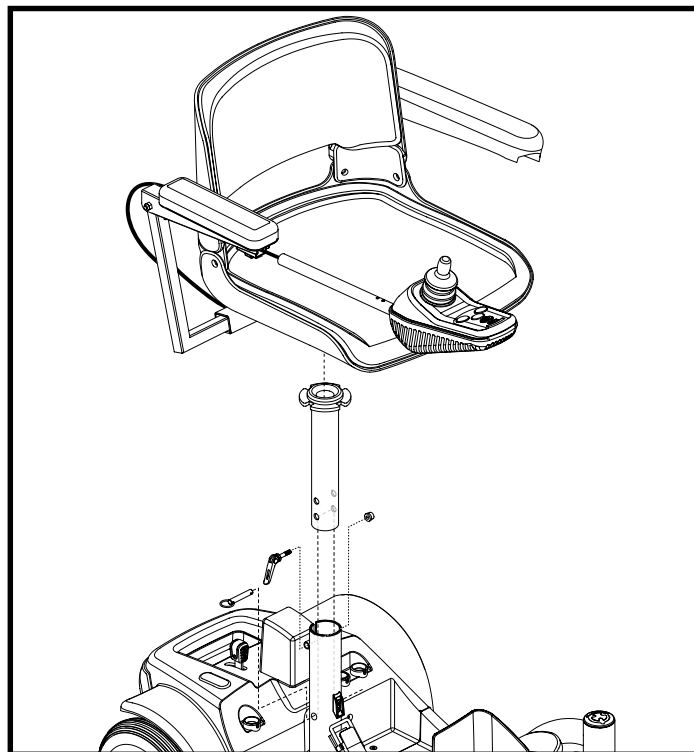

Figura 9. Installazione del sedile
2. Inserire il sedile nel supporto sedile. Vedere figura 9.